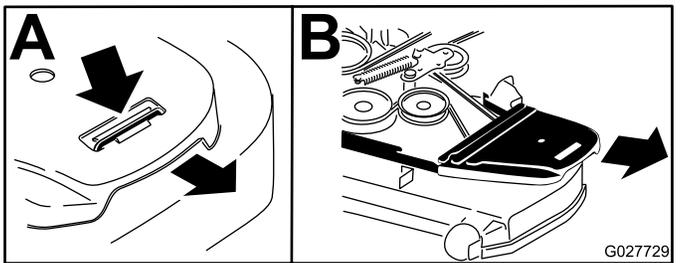

Рисунок 60
7. Зніміть кришки ременів та прикріплені до них болти (Рисунок 60).